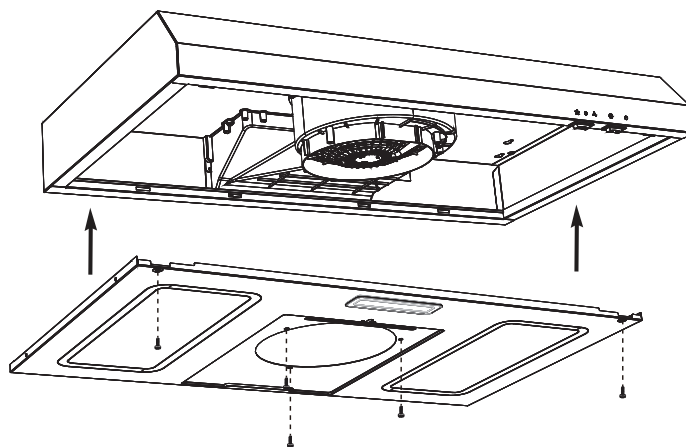

Fig. 16
- Soulever la hotte de cuisinière (A) pour la placer en dessous de l'armoire et déterminer sa position finale. Marquer l'emplacement des quatre fentes de montage en trou de serrure (1) sur la face inférieure du dessous de l'armoire.
- Mettre la hotte de cuisinière (A) de côté sur une surface protégée.
- Visser les quatre vis taraudeuses longues (AA) dans les trous pilotes. Ne pas serrer les vis jusqu'au bout – laisser dépasser la tête de vis d'environ 7 mm (0,28 po) de la surface de l'armoire.
- Soulever la hotte (A) en position en passant le câble d'alimentation et les fils électriques à travers l'ouverture d'accès électrique. Prévoir une quantité suffisante de câble pour permettre le déplacement de l'appareil lors de toute réparation si nécessaire.
- Positionner la hotte de cuisinière (A) de sorte que la partie plus large (2) des encoches en trou de serrure (1) soit placée au-dessus des vis (AA). Pousser la hotte de cuisinière (A) vers le mur de sorte que les vis (AA) soient insérées dans le col (3) des encoches. Serrer les vis (AA). S'assurer que la hotte de cuisinière (A) soit solidement fixée à l'armoire avant de la libérer.
- S'il y a lieu, brancher le conduit d'évacuation à la hotte de cuisinière (A). Sceller les joints avec du ruban adhésif, en assurant un ajustement hermétique.
- Réinstaller le panneau inférieur et les filtres comme indiqué sur la figure 16.